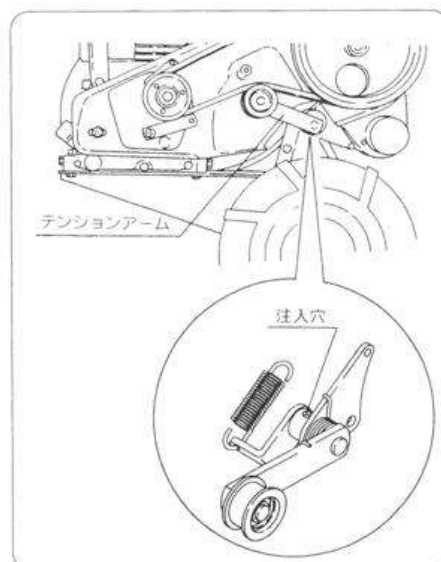

図39
- 本機の主変速レバーとベルトカバーの間にテンションアームの軸受部に注入穴があります。作業後または始めに主クラッチテンションの動きを確認してください。動きが悪い場合は、注油してください。(図39)